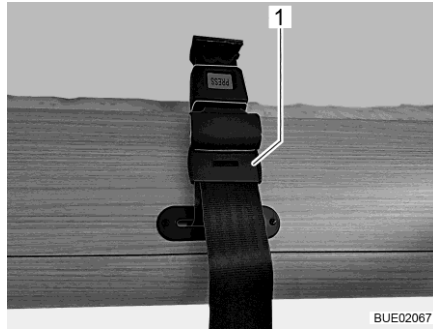
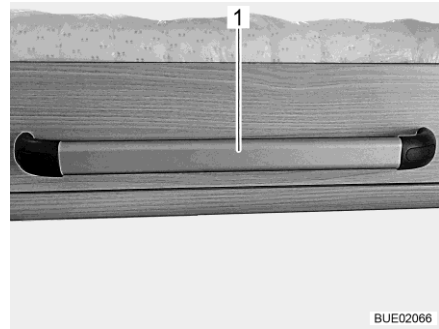

Fig. 137 Cintura di ritegno sul letto basculante
Fig. 138 Maniglia sul letto basculante (Lyseo I)
- Letto basculante con cinture di ritegno: Sganciare le cinture di ritegno (Fig. 137,1) e tirare verso il basso il letto basculante mediante la maniglia (Fig. 138,1).
- Letto basculante con cinture di ritegno: Spingere in alto il letto basculante mediante la maniglia (Fig. 138,1). Bloccare il letto basculante con le due cinture di ritegno (Fig. 137,1) a destra e a sinistra.